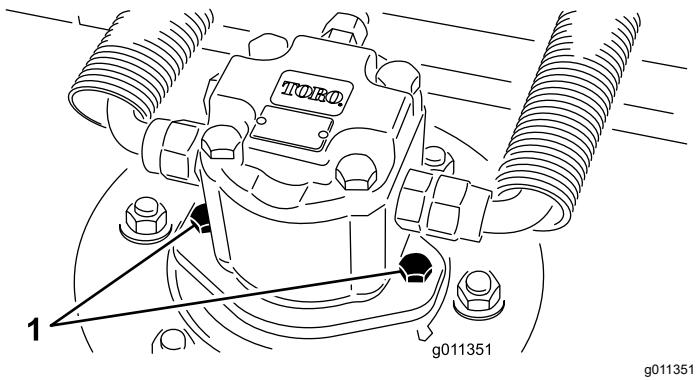

Рисунок 61
- Отсоедините и снимите гидромотор с режущего блока (Рисунок 61). Накройте верхнюю часть шпинделя для предотвращения загрязнения.
- Установите гидроцилиндр на деку (Рисунок 61). Убедитесь, что уплотнительное кольцо находится в штатном положении и не повреждено.